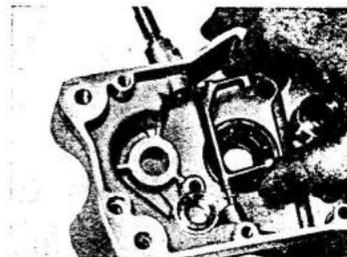

Abb. 32 Schaltgabel ausbauen VI / 57 / 859
c) die Schaltgabel, wie aus Abb. 32 ersichtlich, mit der Scheibe nach oben aus der unteren Lagerung herausnehmen.